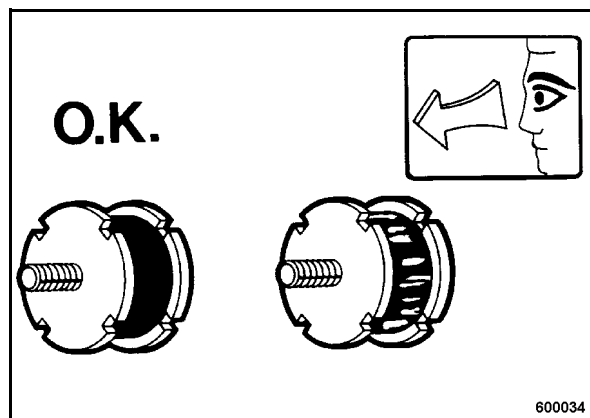

рис. 66
- Проверить все резиновые амортизаторы (рис. 66) на предмет глухости посадки, трещин и вырывов и в случае повреждения заменить.